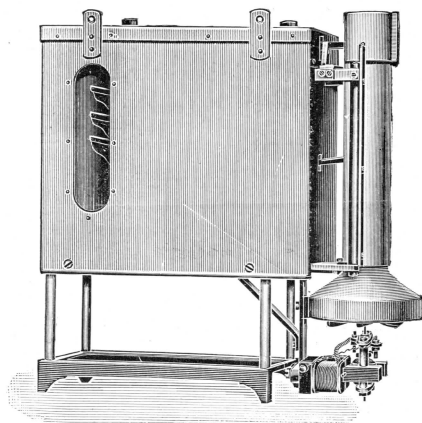

Fig. 6.
**Ventilierter Baro-Thermo-Hygrograph (Fig. 6.)
**Baro-Thermo-Hygrograph (Fig. 6.)**
*Baro-thermo-hygrographe avec ventilateur pour ballons montés. (Fig. 6.)*